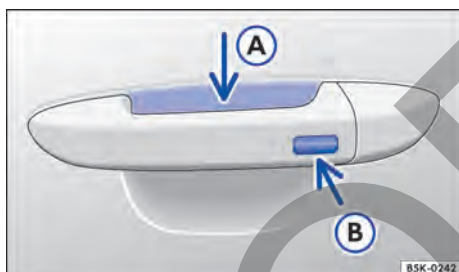

Fig. 53 Keyless Access: superficies del sensor.
- Tocar el sensor → fig. 53 (A) en la parte interna de la manilla de la puerta del conductor o de la puerta del acompañante delantero.
- Tocar la superficie del sensor → fig. 53 (B) en la parte externa de la manilla de la puerta del conductor o de la puerta del acompañante delantero una vez.
- Además, dentro de 5 segundos, toque una vez en el sensor en el exterior de la manilla de la puerta → fig. 53 (B).
Para la **apertura de confort** de todos los vidrios eléctricos empujar la manilla de la puerta y mantener presionados, al mismo tiempo, el sensor de la parte interior de la manilla → fig. 53 (A) y la superficie del sensor (B).
Para el **cierre de confort** de todos los vidrios eléctricos mantenga un dedo durante unos segundos sobre la superficie del sensor → fig. 53 (B) del lado exterior de la manilla de la puerta del conductor o del acompañante delantero.
Un fuerte chorro de agua o de vapor puede activar las superficies de los sensores en las manillas si, al mismo tiempo, una llave del vehículo válida está en el área de aproximación. Si al menos un vidrio está abierto y la superficie del sensor → fig. 53 B en una manilla de la puerta se activa permanentemente, todos los vidrios se cerrarán. Si el chorro de agua o de vapor se aleja brevemente de la superficie del sensor → fig. 53 A de una manilla de la puerta y se vuelve a dirigir hacia ella, posiblemente todos los vidrios se abrirán.